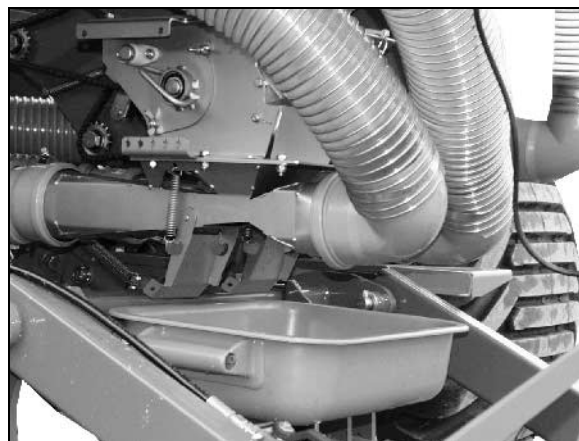

Рис. 75
3. Проконтролируйте норму высева: разверните лоток и снова установите его на держатели (Рис. 75).